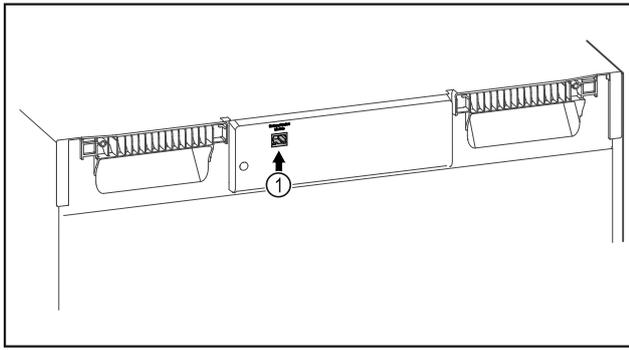

Fig. 114
- ☐ SmartModule Fig. 114 (1) ist eingesetzt.